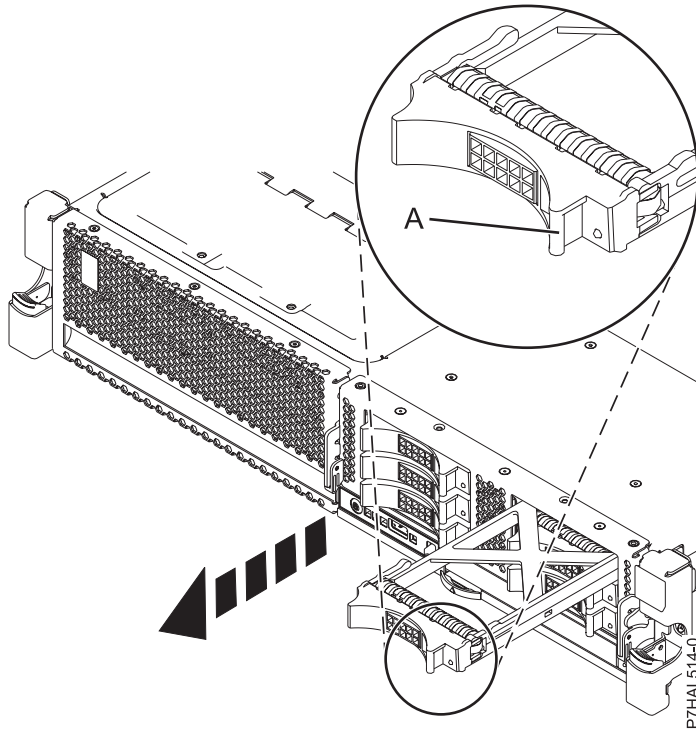

Figure 30. Retrait d'un obturateur d'unité de disque
3. Tenez la poignée de l'obturateur (**A**) et tirez l'obturateur d'unité de disque hors de l'emplacement, comme illustré dans la figure 30, à la page 53.